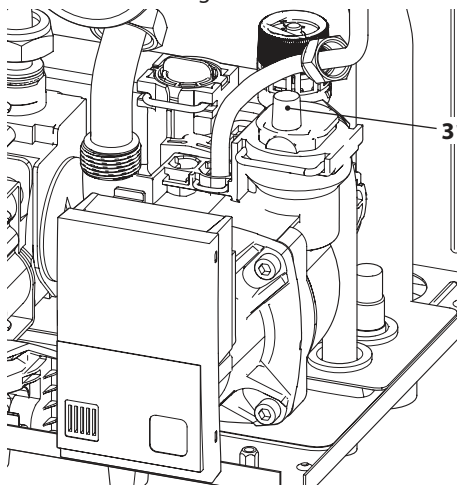

Figura 6.3
- Levante el tapón de la válvula de purga automática 31 en la Figura 6.3.